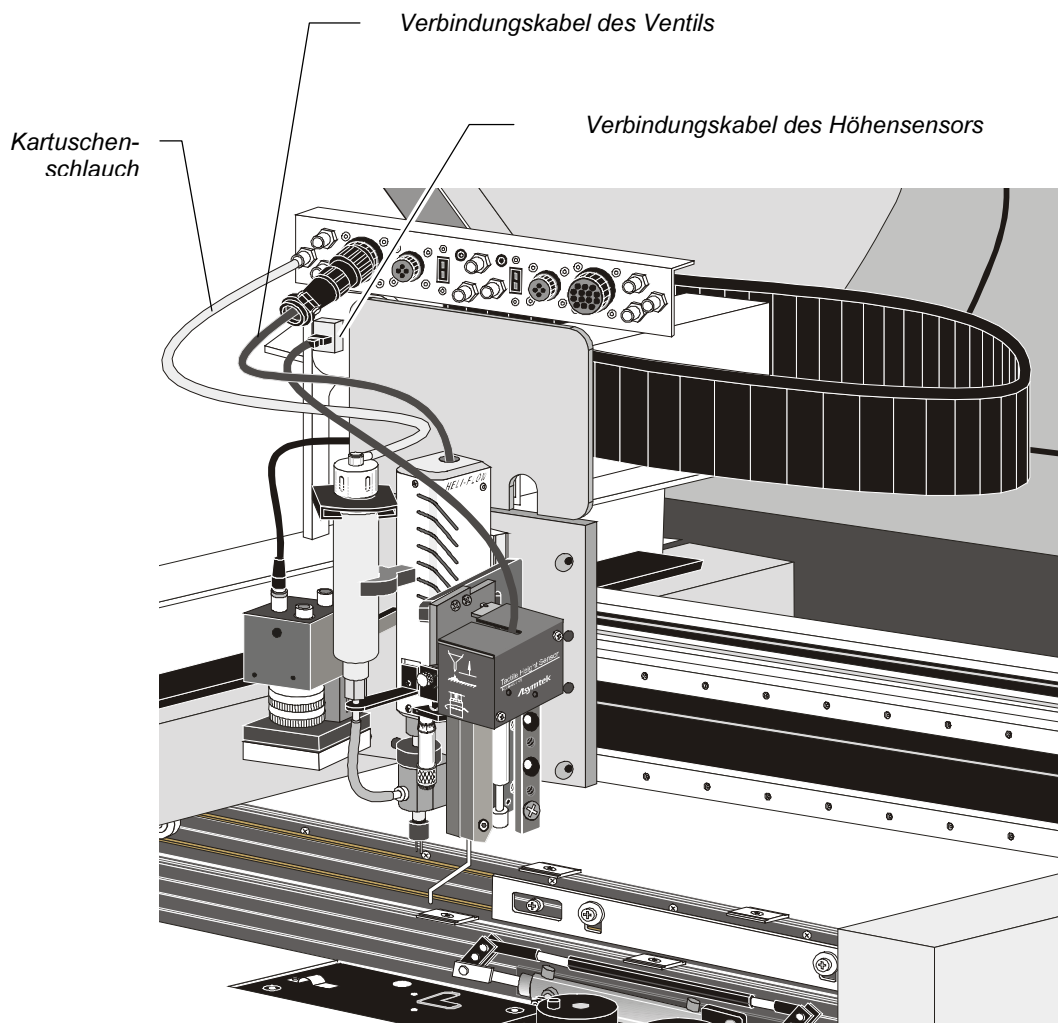

Abbildung 2-11 DV-7000 der Millennium 2000 Serie
9. Schließen Sie das Verbindungskabel des Ventils mit dem Stromstecker auf der Zentralbefestigung des Dosierkopfes an. Siehe Abbildung 2-11.
10. Schließen Sie den Kartuschenschlauch mit dem **FLUID**-Anschlußstück auf der Zentralbefestigung des Dosierkopfes an. Siehe Abbildung 2-11.
11. Ist ein Höhengsensor angebracht, schließen Sie auch das Verbindungskabel des Höhengsensors an. Siehe Abbildung 2-11.